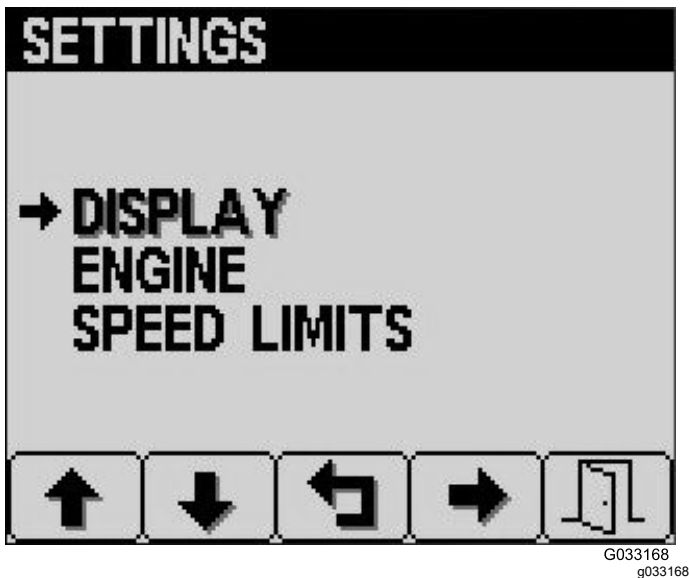

Figure 12
3. Dans l'écran Réglages, appuyez sur le bouton 4 pour sélectionner l'option Display (affichage) (Figure 12).